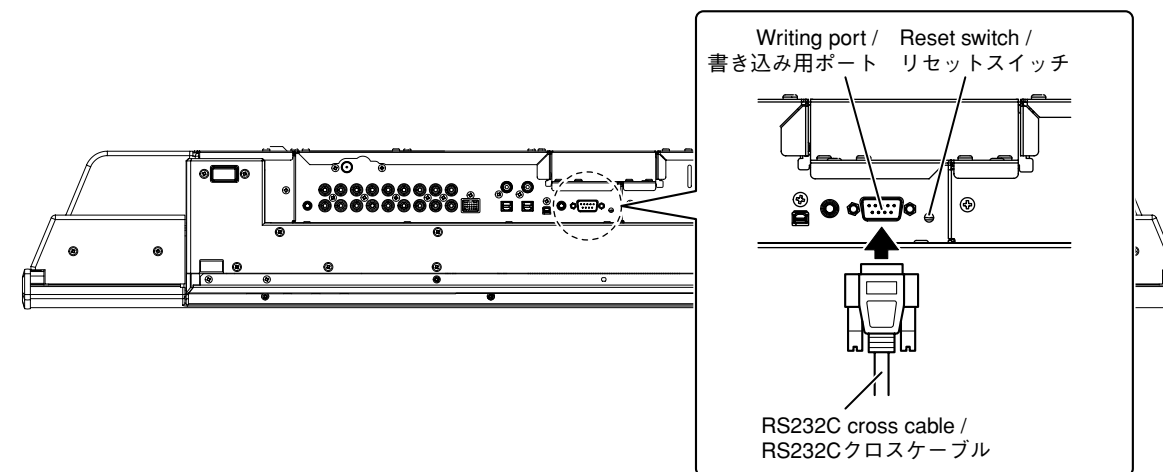

Fig. 1
2. Connect the writing port of the main unit to the serial port (RS232C) of the PC with RS232C cross cable as shown below. (Fig. 1)
3. While pressing the reset switch of main unit, connect the power cable to the AC outlet. (Fig. 1)
2. 本機の書き込み用ポートとPCのシリアルポート (RS232C) を下記のように接続します。(Fig. 1)
3. 本機のリセットスイッチを押しながら、電源コードをACコンセントに接続します。(Fig. 1)